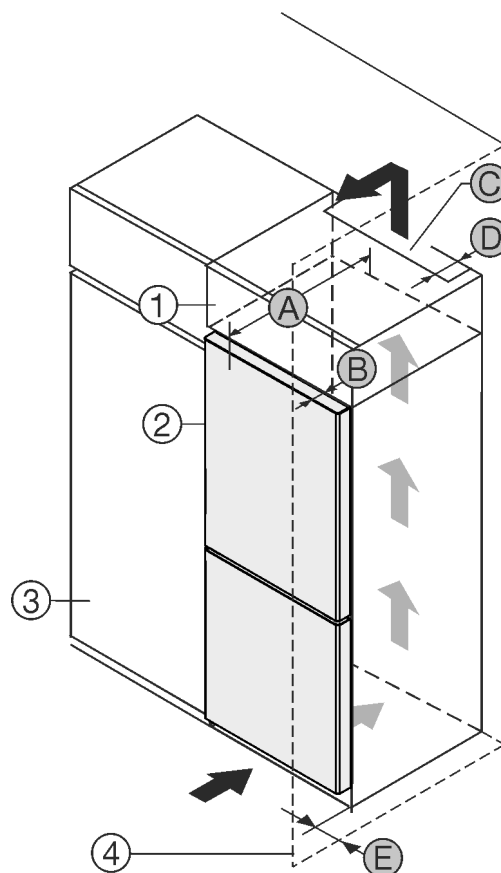

Fig. 1
Můžete přístroj nainstalovat přímo vedle kuchyňské skřínky Fig. 1 (3).
Na zadní straně nastavné skřínky musí být větrací šachta hluboká Fig. 1 (D) přes celou šířku nastavné skřínky.
Pod stropem místnosti musí být dodržen ventilační průřez Fig. 1 (C).
Když přístroj instalujete závěsy vedle stěny Fig. 1 (4), musí být vzdálenost mezi přístrojem a stěnou minimálně 13 mm.
Když přístroj instalujete závěsy vedle stěny Fig. 1 (4), musí být vzdálenost mezi přístrojem a stěnou minimálně 20 mm.
Aby bylo možné dvířka plně otevřít, musí přístroj přesahovat o hloubku dvířek Fig. 1 (B) vůči přední linii kuchyňské skřínky. V závislosti na hloubce kuchyňských skříněk Fig. 1 (3) a použití vymezočů odstup od stěny může přístroj vyčnívat dále.